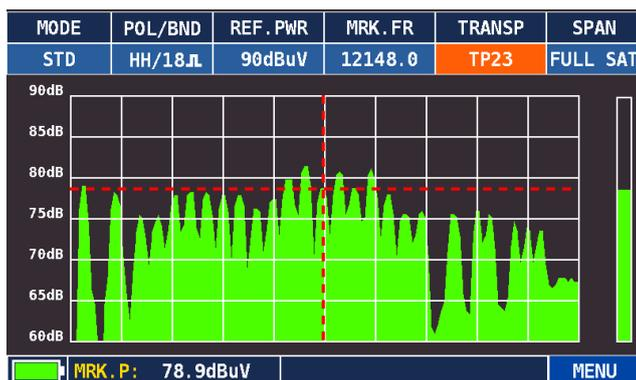

Fig. 11.1 Span FULL SAT per visualizzazione di tutta la banda satellite
3. MRK.FR: il Marker di frequenza è una linea tratteggiata rossa ed è associata ad una linea tratteggiata orizzontale rossa che indica la potenza misurata per quella particolare frequenza (Es. 12148.0 MHz e 78,9 dB in fig. 11.1),